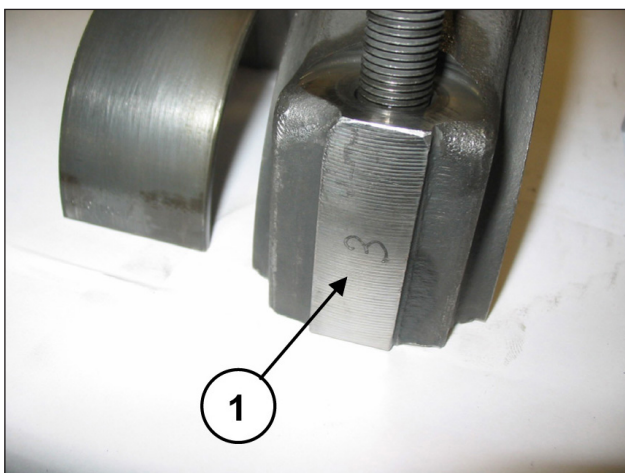

Fig. 33
Accoupler les demi-bielles avec les chapeaux préalablement démontés en suivant la numérotation (rep. ①, Fig. 33).
Désassembler les chapeaux des demi-bielles ; pour les accoupler correctement, suivre la numérotation présente sur un côté (rep. ①, Fig. 33).